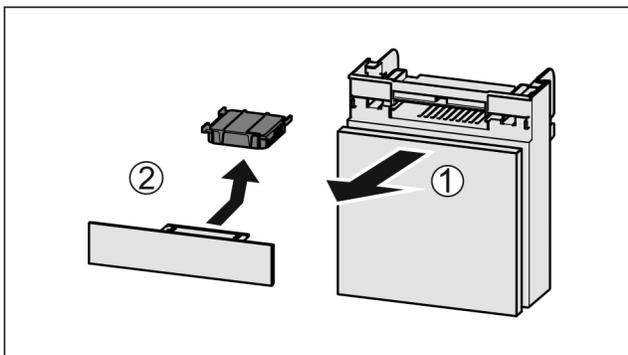

Fig. 129
- ▶ Extraire le compartiment par l'avant Fig. 129 (1).
- ▶ Sortir le filtre à charbon actif Fig. 129 (2).